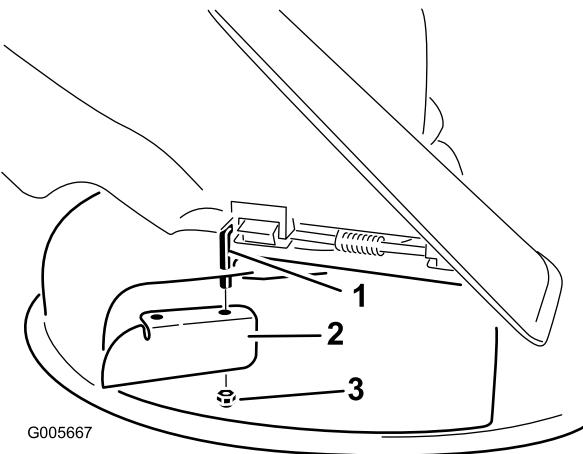

Figure 29
- 6. Montez le déflecteur d'ouverture sur la tige de pivot exposée (Figure 29). Utilisez l'écrou mince existant (3/8") pour fixer le déflecteur au plateau de coupe.